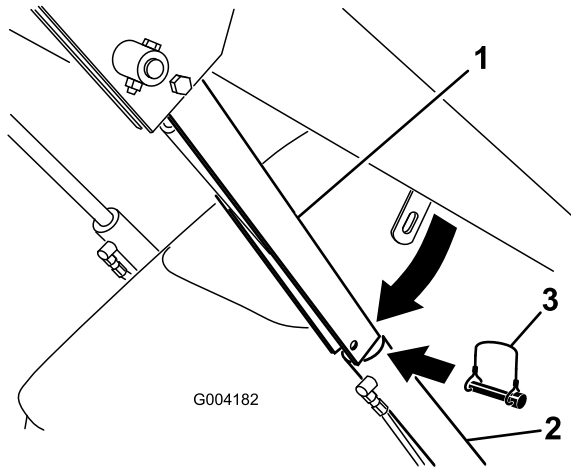

Figure 23
4. Enlevez la goupille à anneau qui fixe le verrou de vérin au bras de chargeuse (Figure 23).
5. Abaissez le dispositif de verrouillage sur la tige du vérin et fixez-le en position à l'aide de la goupille à anneau (Figure 23).